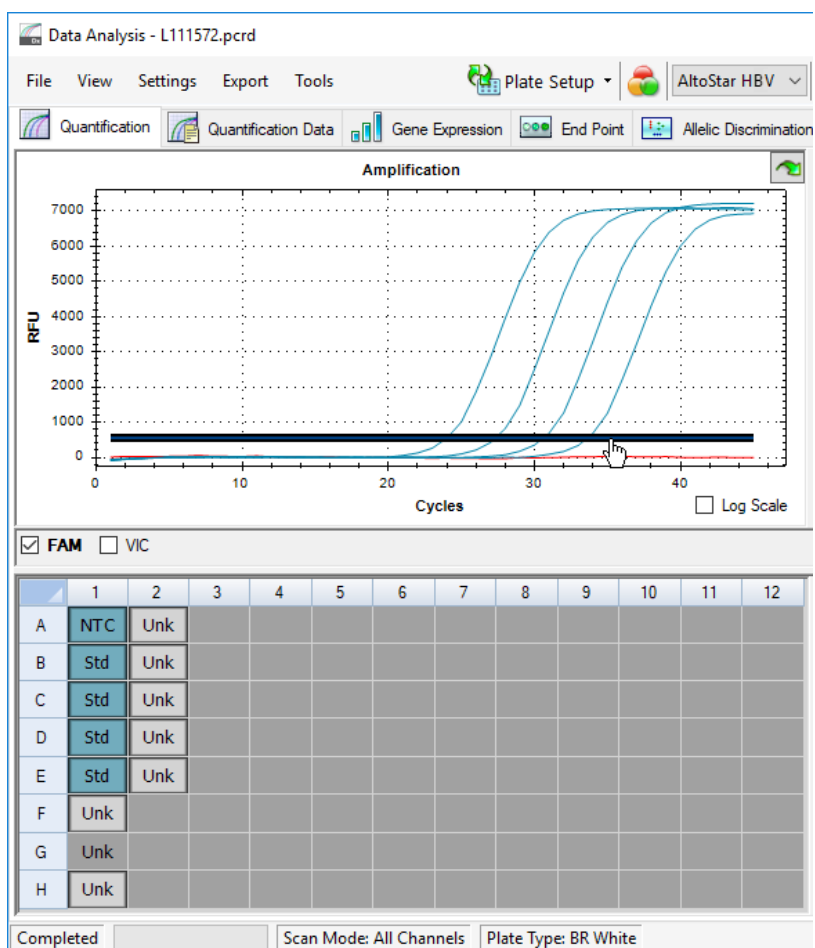

Figura 39: Ventana Data Analysis (análisis de datos): ajuste del umbral para FAM™
- En la parte izquierda de la ventana **Data Analysis** (análisis de datos) quite la marca de la casilla de verificación **VIC** y marque la casilla **FAM** para el canal de detección del HBV objetivo (consulte la Figura 39).
6. Seleccione únicamente los pocillos que contienen el NTC y los estándares de cuantificación en la vista de placa de la ventana **Data Analysis** (análisis de datos) (consulte la Figura 39).